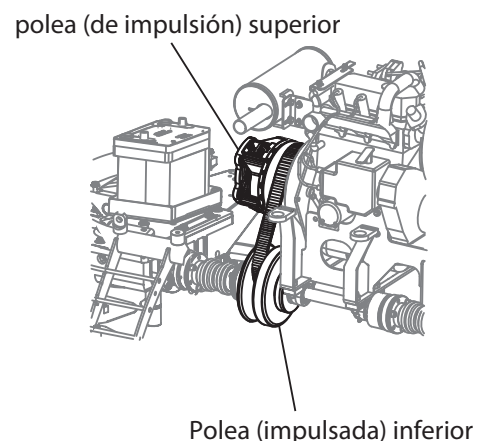

Figura 29. Correa de impulsión, portador de correa y poleas
1. Quite la rejilla del extremo izquierdo y abra la "almeja" izquierda (vea la Figura 4) para acceder a la correa de impulsión y las poleas (Figura 29).